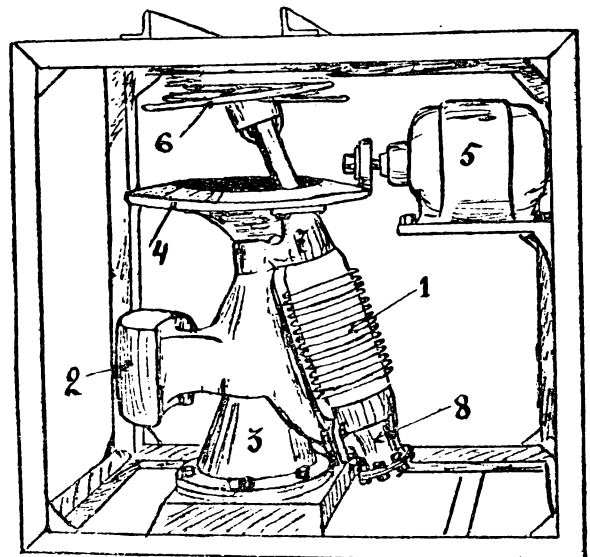

Рис. 4. Установка ртутного компрессора.
втулке уменьшается по направлению движения газа. На рубашку (1) надет особый (видный на рис. 4) ребристый радиатор, способствующий быстрому отводу тепла, выделяющегося при сжатии газа и сильно нагревающего прибор. Компрессор дает возможность получать очень сильные сжатия.
Общее расположение его частей показано на рис. 4. Компрессор (1) вместе с противовесом (2) вращается на солидной стойке (3). Для передачи движения от мотора (5) служит конический диск (4), который трением сцеплен с валом мотора. Слово „вращается“ употреблено здесь для простоты объяснения. На самом же деле компрессор совершает движение, называемое в механике движением конического маятника. Компрессор может вращаться на подшипниках (7) и (8) относительно муфты, к которой неподвижно прикреплен противовес. Верхняя же часть (6) компрессора укреплена в т. н. карданном подвесе и к ней прикреплены гибкие трубки, подводящие и уводящие сжимаемый газ. Движение компрессора легко себе представить, помня, что точка, на которую указывает стрелка от цифры 1, все время обращена при движении прибора к читателю.